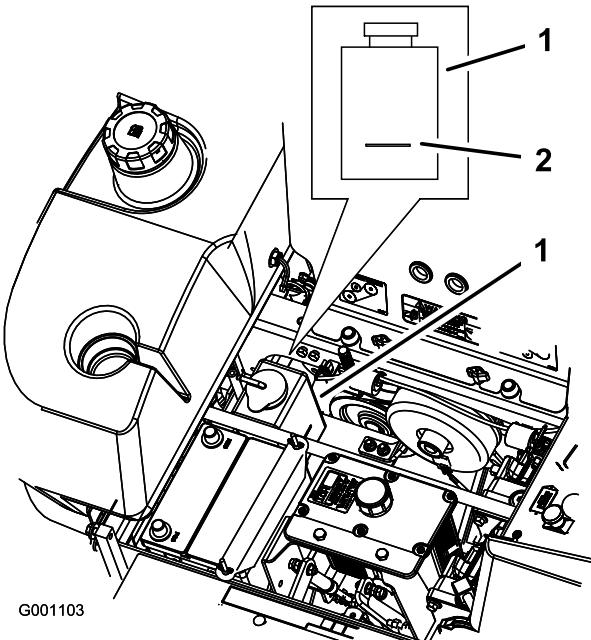

Figure 52
3. Lorsque le moteur est froid, vérifiez le niveau de liquide dans le vase d'expansion. Le liquide doit atteindre la bosse à l'extérieur du vase d'expansion (Figure 52).
4. Si le niveau de liquide est insuffisant, versez un mélange 50/50 d'antigel longue durée/Dex-Cool® et eau dans le vase d'expansion (Figure 52).
5. Versez une quantité suffisante de mélange 50/50 dans le vase d'expansion pour atteindre le trait de repère (Figure 52).